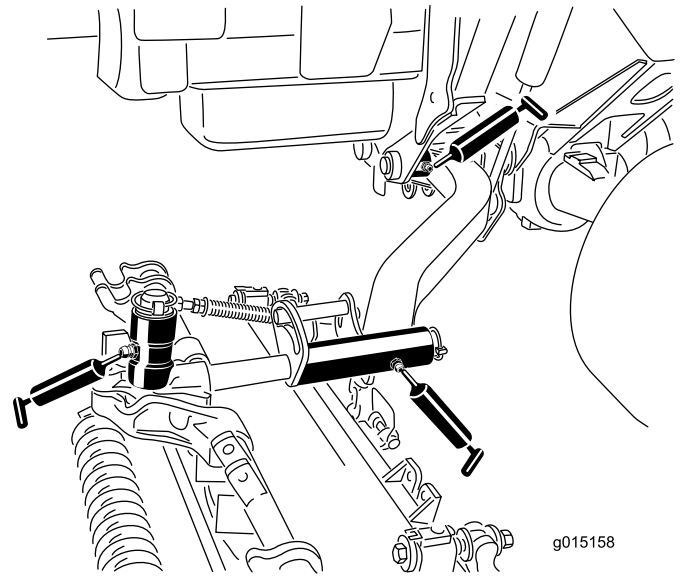

Bild 71
- Schneideinheit-Trägerrahmen (2 pro Schneideinheit) (Bild 71)
- Schneideinheit-Hubarmgelenk (1 pro Schneideinheit) (Bild 71)
- Hubarm-Drehbüchsen (1 pro Schneideinheit) (Bild 71)